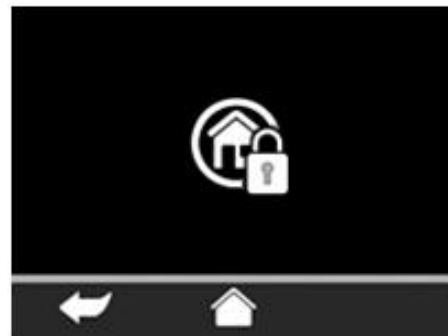

Abb. 38. Bedienseite Heizung bei Dauer-Schutzbetrieb
- Bei Aufruf der Bedienseite Heizung erscheint das Symbol für den Dauer-Schutzbetrieb. Eine Bedienung ist nicht möglich (Abb. 38).